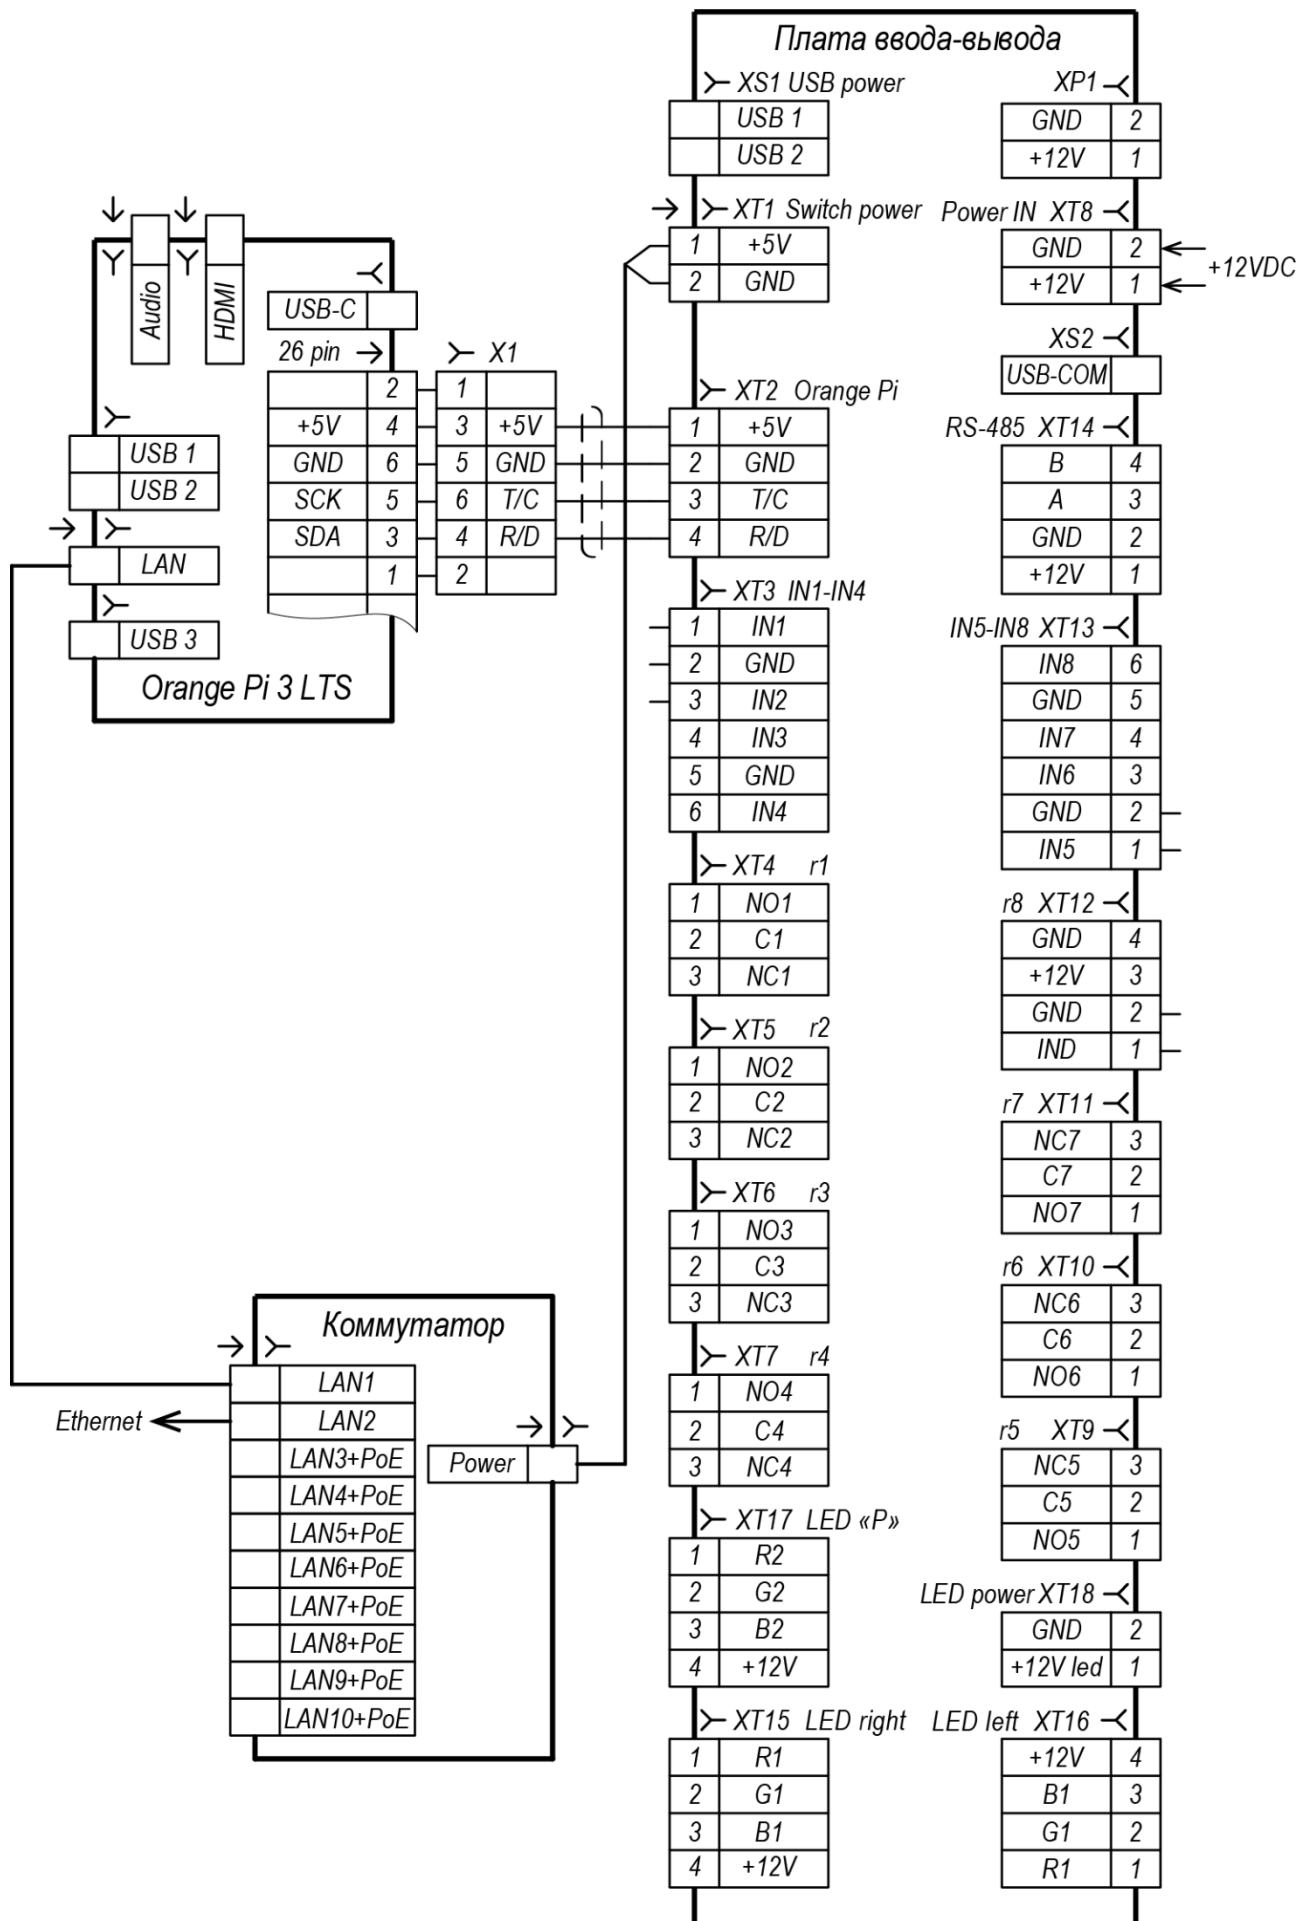

Рисунок 3. Схема подключения микрокомпьютера и платы ввода-вывода
- микрокомпьютер (4) и плата ввода-вывода (5);
- 10-портовый коммутатор для подключения по *Ethernet* (6), имеет 8 свободных портов с поддержкой стандарта PoE (IEEE 802.3af/at) для подключения видеокамер;
- один датчик индукционной петли (7), имеется возможность установки еще 3-х датчиков;
- блоки питания +12В и +24В (8);
- термостат вентиляции и обогрева (10) с терморегуляторами для обогревателя (красный) и для вентилятора (синий);
- система климат-контроля с вентилятором (12) и обогревателем (13);
- автоматический выключатель дифференциального тока (14) с тумблером для включения и выключения контроллера;
- термостат системы предотвращения холодного пуска (9).
Внутри контроллера установлен микрокомпьютер (4), к которому через разъем **XT2** подключается плата ввода-вывода (5). Расположение колодок на платах микрокомпьютера и ввода-вывода представлено на рис. 3. Назначение контактов клеммных колодок плат приведено в табл. 1.
Расположение клеммных колодок на плате ввода-вывода и микрокомпьютера контроллера показано на рис. 3, назначение контактов клеммных колодок указано в табл. 1. Схема подключения приведена на рис. 6. Используемые при подключении кабели указаны в табл. 2.